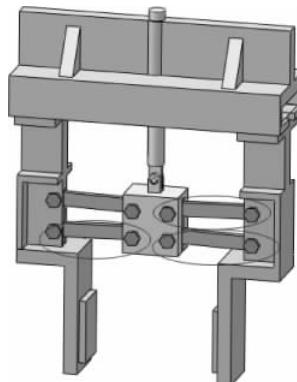

图 3-114 添加其余的零件
(9) 按照以上步骤继续插入其余的 3 个连杆和 6 个螺栓配件并进行同轴心、重合和对称配合约束,最终效果如图 3-114 所示。至此,机械臂装配体创建完成。